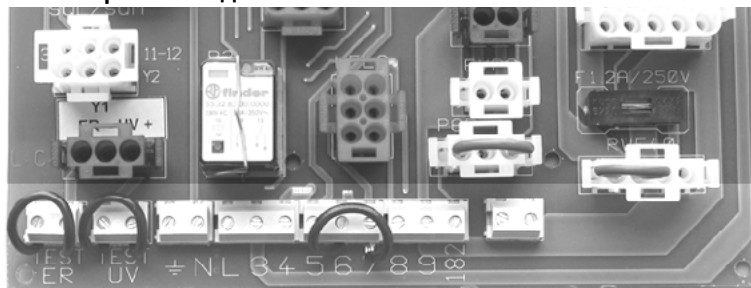
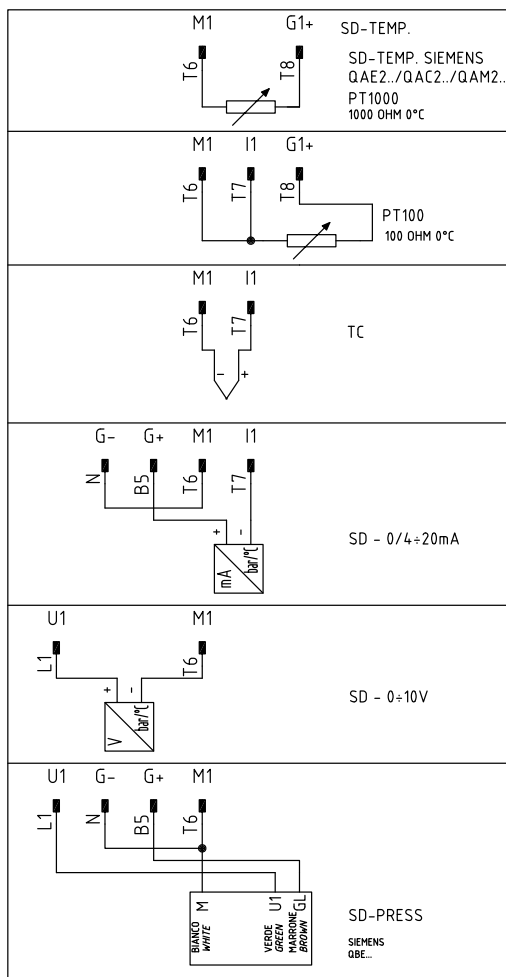

Рис. 18: Клеммник MA подключения на печатной плате
Рис. 20: Соединение датчиков
По подключениям см. клеммник на Рис. 18.
1). Подсоединить провода, относящиеся к разрешительному сигналу от котла к горелке, на следующие компоненты (Рис. 18, Рис. 20)
2). Подсоединить провода, относящиеся к разрешительному сигналу от котла к горелке, на следующие компоненты (Рис. 18, Рис. 20)